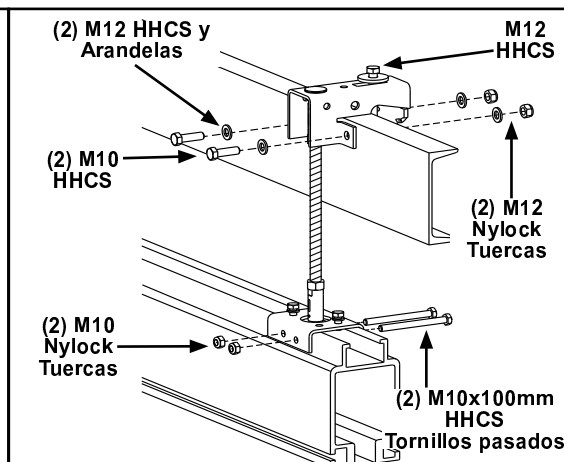

Figura 3-40
- Paso 4. Sujete la cuña a la estructura de acero, apriete tuerca Nylock M12 en M12 x 100 mm HHCS. **Apriete hasta que tornillo asiente + ¼ de vuelta.** DNo apriete de más, puede doblar el soporte. Vea Figura 3-40.